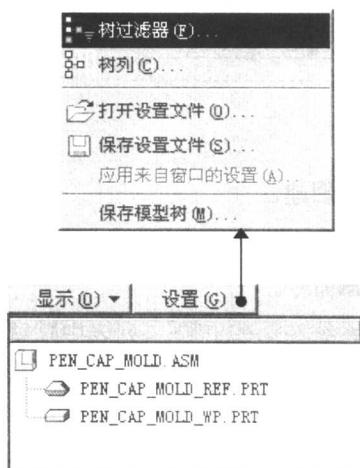

图 1.15 模型树界面
(1) 在如图 1.15 所示的模型树界面中，选择设置(S) ▾ → 树过滤器(F)命令。